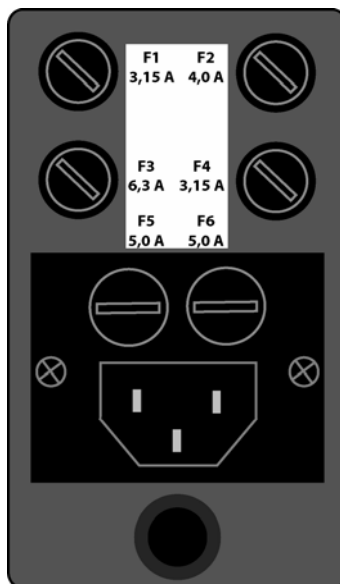

Abb. 6-1: Sicherungen am Bedienpult (Rückseite)
Verwenden Sie nur Sicherungen mit den in Abb. 6-1 angegebenen Sicherungswerten vom Typ (T) !